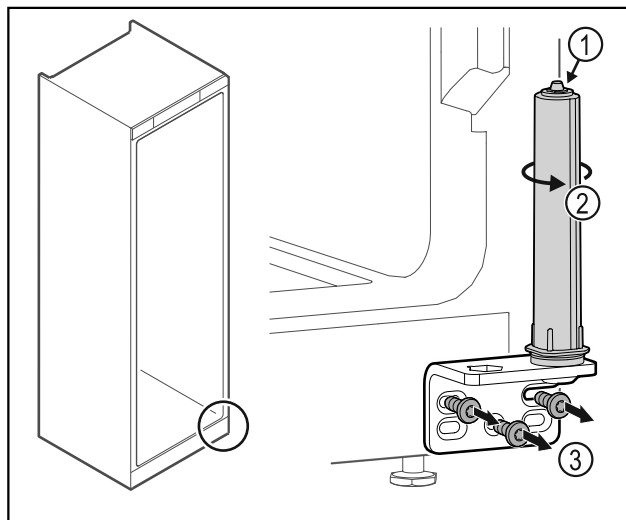

Fig. 38
- Ne rastavljajte sustav zatvaranja vrata Fig. 38 (1).
- Okrećite sustav zatvaranja Fig. 38 (2) dok ne klikne.
- Odvrnite kutne šarke Fig. 38 (3).